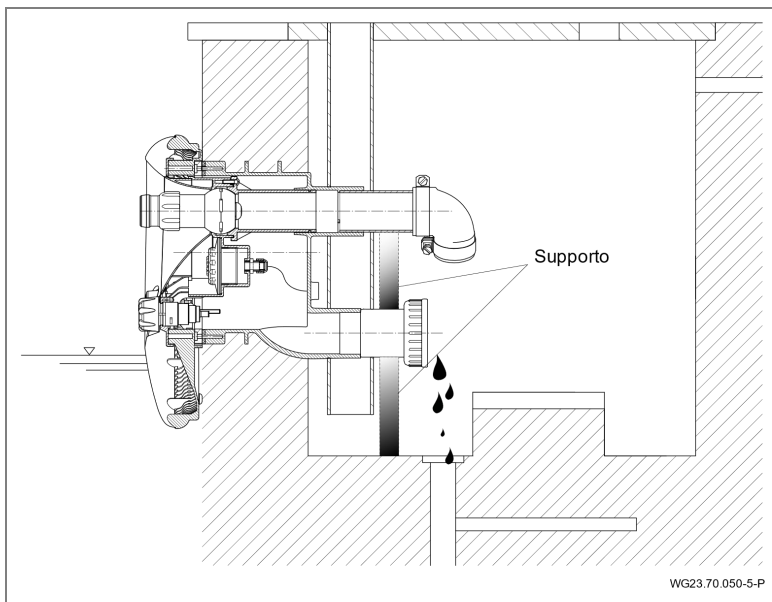

Fig. 26
3. Scaricare il tubo di aspirazione e di mandata poggiando su un sostegno. Vedere "Fig. 26" a pagina 44.